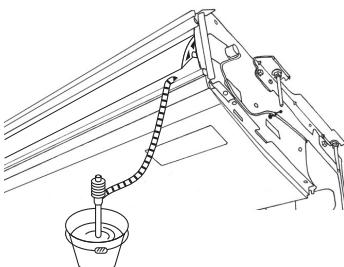

Fig. 5-3
- Verifique se a drenagem se faz correctamente (Fig. 5-3)